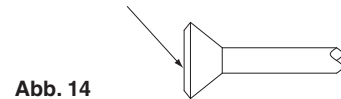

Abb. 14
- Behandeln Sie bei einer Bördelverbindung nur die Innenfläche der Bördelung mit Etheröl oder Esteröl. (Siehe Abb. 14) Drehen Sie dann die Überwurfmutter 3 bis 4 mal mit der Hand und schrauben Sie die Mutter hinein.